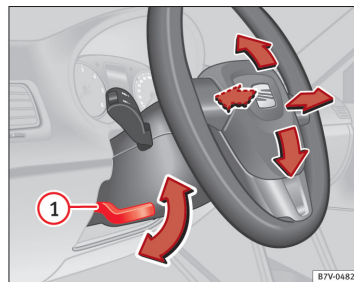

Fig. 127 Mekanisk indstilling af ratposition ▶
- Drej armen ⇒ Fig. 127 ① nedad.